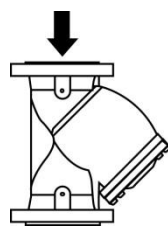

рис.1
- НА ВЕРТИКАЛЬНОМ трубопроводе фильтр устанавливается при движении потока сверху вниз (рис. 1)